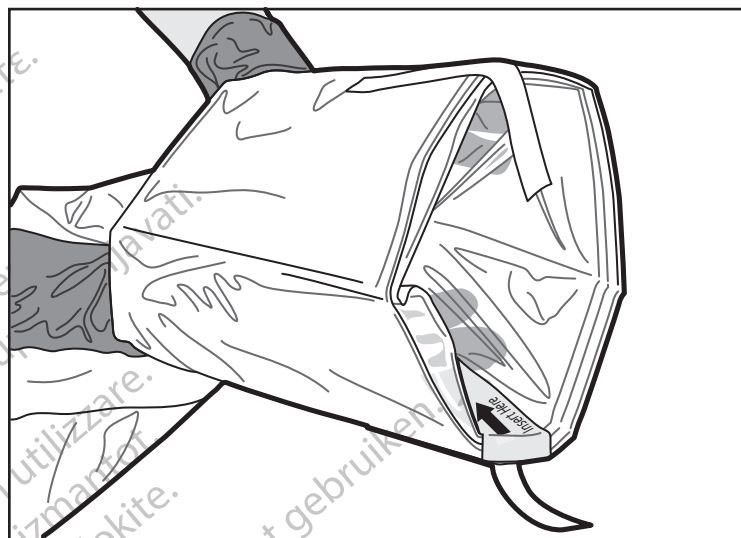

Figura 3. Apertura de la bolsa
4. El operador estéril introduce las manos en los pliegues internos de la bolsa, y la abre para la colocación de la unidad motora MDU5 PLUS por el operador no estéril. La etiqueta "Insert Here" (Introducir aquí) se puede utilizar para localizar fácilmente la abertura de la bolsa (figura 3).